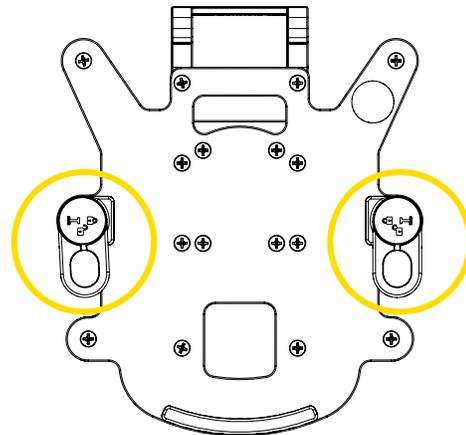

Figure 8: Déverrouiller le support de fixation avec micro disque inférieur (vue du dessus)
1. Si les deux (2) verrous rotatifs situés sur les côtés du support de fixation sont en position verrouillée , tourner le verrou rotatif gauche dans le sens horaire et le verrou rotatif droit dans le sens antihoraire d'un quart de tour, jusqu'à la position déverrouillée  (Figure 8 B).